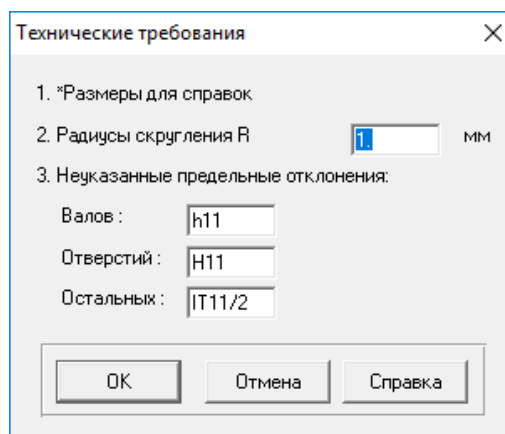

Рис. 11.10
7.3. Задание технических требований. Двойной щелчок левой кнопкой мыши в области списка с техническими требованиями вызывает открытие диалогового окна «Технические требования» (рис. 11.10). Пользователь может изменить значения параметров, записанные в полях с белым фоном.